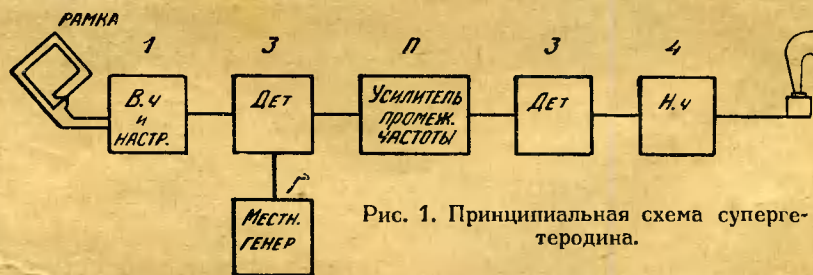

Рис. 1. Принципиальная схема супергетеродина.
обходим еще второй гетеродин, связанный с контуром сетки второго детектора, который должен быть настроен таким образом, чтобы разность частот между ним и той частотой, на которую настроен усилитель промежуточной частоты, лежала бы уже в пределах звуковых частот, т.е. в нашем случае гетеродин может быть настроен на 28.000 или 32.000 периодов. Второй детектор работает как обыкновенный ламповый детектор, а выпрямленные колебания звуковой частоты усиливаются еще одним, двумя каскадами низкой частоты. Для приема радиотелефона второй гетеродин не нужен. Таким образом, полный супергетеродин, предназначенный для приема радиотелефона, можно представить состоящим из следующих частей (рис. 1): усилитель высокой частоты (элемент 1), первого детектора (3), гетеродина (Г), усилителя промежуточной частоты (II), второго детектора (3) и усилителя низкой частоты (4). Некоторые элементы, как например, 1, 3 и Г могут быть совмещены в одной лампе. Кроме того, может быть произведено дальнейшее сокращение числа ламп путем рефлексирования, однако это приводит обычно к неустойчивости работы приемника, и на практике применяется весьма редко.